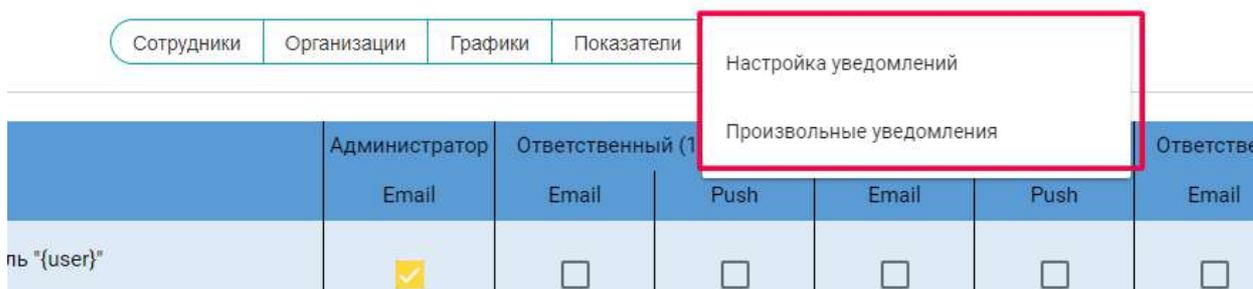

Рисунок 16 — пункты меню уведомления
4. Система отобразит подпункты «Настройка уведомлений», «произвольные уведомления» (см.рис.16);